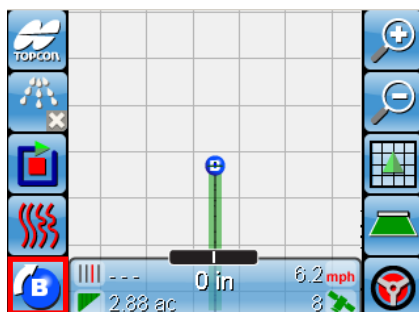

Figura 9-23. Establezca el punto B para marcar el final de hilera
5. Conduzca por la curva deseada y seleccione  (figura 9-23) para marcar el punto final de la ruta de guiado.